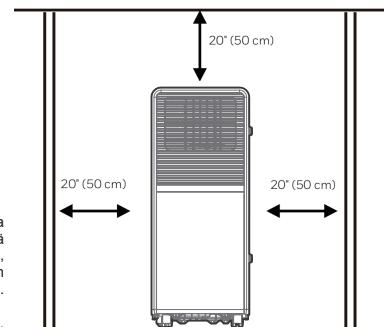

Fig. 4
- Un aire acondicionado portátil debe instalarse en un lugar libre y sin obstrucciones. No bloquee la salida de aire, y la distancia mínima requerida alrededor del dispositivo debe ser de al menos 50 cm. (Ver Fig. 4)
- Een draagbaar airconditioningsapparaat moet op een vrij en ongehinderd plaats worden geïnstalleerd. Blokkeer de luchtauitlaat niet, en de vereiste afstand rond het apparaat moet minstens 50 cm zijn. (Zie fig. 4)